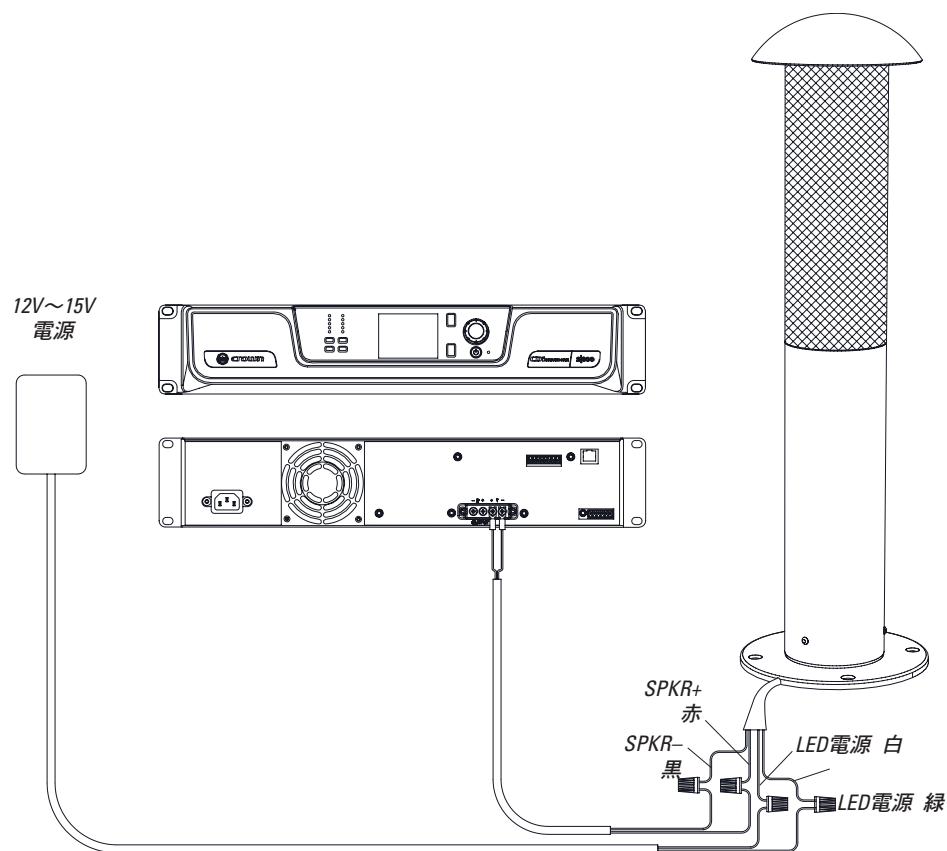

図28
2. 赤(+)のスピーカー入力ピグテール・ワイヤーをアンプ出力からの(+)ワイヤーに接続し、黒(-)のスピーカー入力ピグテール・ワイヤーをアンプからの(-)ワイヤーに接続します(図28をご覧ください)。確実に接続するため、クリップコネクタまたはワイヤーナットを使用します。信頼性を高めるため、地下のIP65仕様防水電気ジャンクション・ボックス内部に接続します。